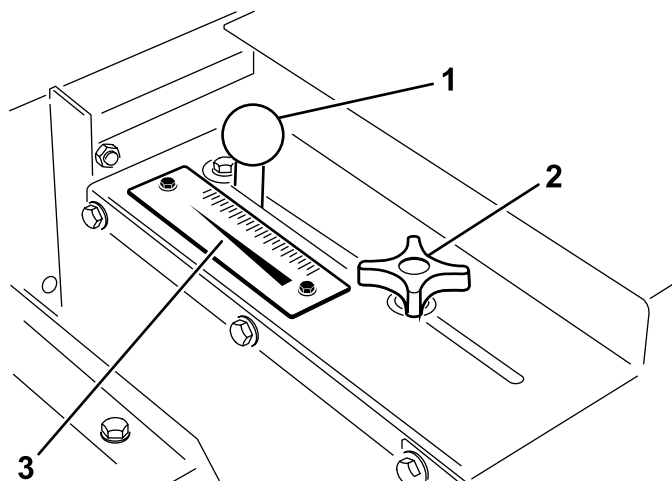

图19
- 充分旋松锁定旋钮图19以便旋钮可在槽中自由滑动。
- 将放料门旋钮图19设置到所需位置并拧紧锁定旋钮以固定调整。
用施用率刻度表图19确定所需的流速。请参阅 沙子施用率 (页码 14)。